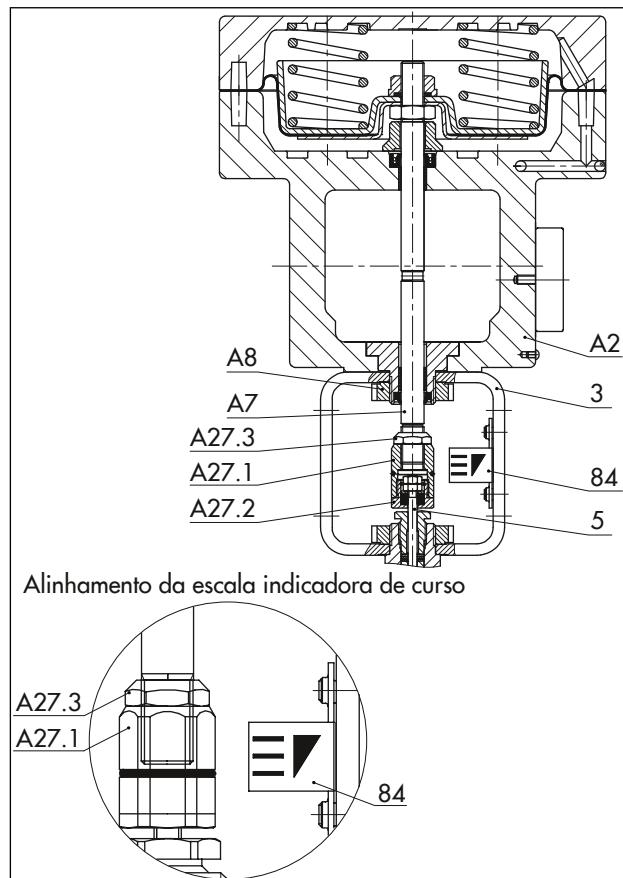

Fig. 13: Atuador pneumático Tipo 3277 numa válvula micro-caudal Tipo 3510
Consulte a Fig. 13
- Alinhe a escala do indicador de curso (84) de modo a que a linha inferior da escala fique ao mesmo nível que o O-ring na porca de acoplamento da haste. Consulte a Fig. 13.